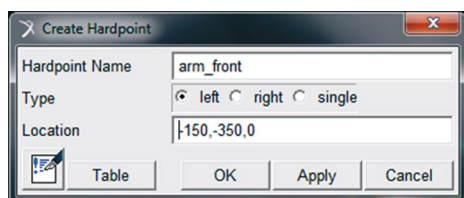

Figura 4.12 – Definindo o *Hardpoint*.
- Na caixa de diálogo *Create Hardpoint*, defina o nome (*Hardpoint Name*) e selecione o tipo (*Type*): simetria à esquerda – *left* –, à direita – *right* – ou, caso não haja simetria, defina como *single*. A localização dos *Hardpoints* com relação às coordenadas globais (*x*, *y* e *z*) do sistema deverá ser inserida no campo *Location* (Figura 4.12). Caso haja algum erro nos campos preenchidos, esse erro se destacará na cor amarela, para alertar o usuário. Após o preenchimento dos campos, clique em *Apply* para inserir os demais *Hardpoints* (Tabela 4.1) ou, para finalizar, clique em *OK*.